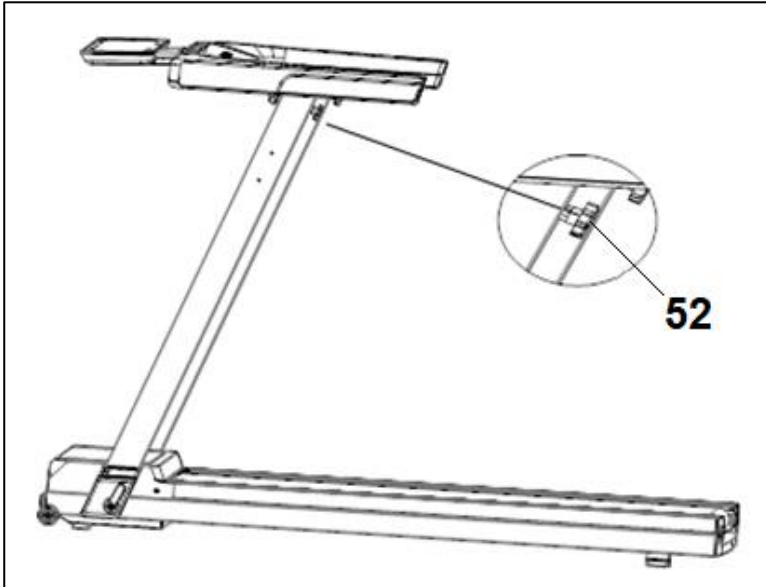

Рис. 4
4. Поднимите монитор в нужное положение, рис.4. Установите держатель для бутылок (54) на левую вертикальную стойку с помощью винтов (90), рис.4.